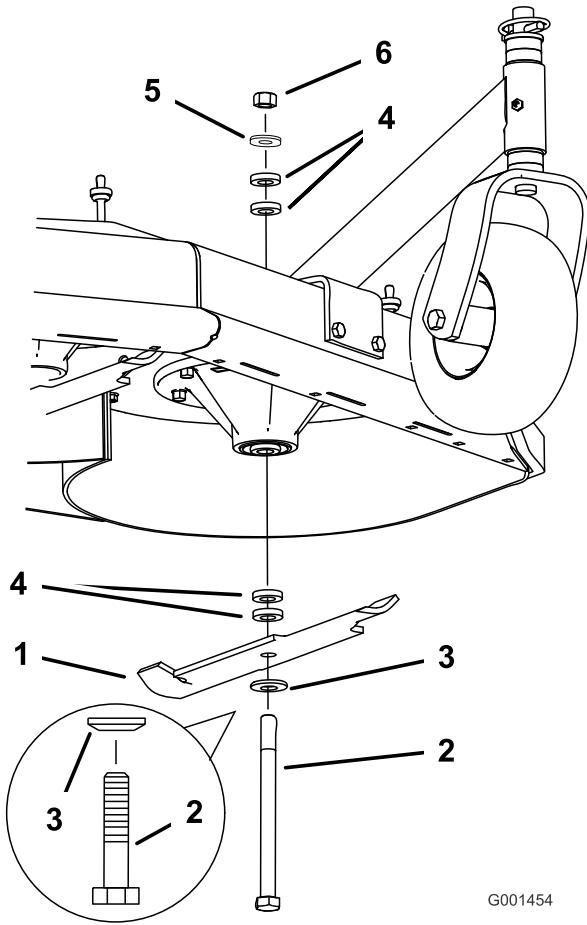

Figure 56
- Enlevez de l'axe, l'écrou, le boulon de lame, la rondelle bombée, la lame, les entretoises et la rondelle mince (Figure 56).
- Placez la rondelle bombée puis la lame sur le boulon. Choisissez le nombre correct d'entretoise(s) pour la hauteur de coupe, et insérez le boulon dans l'axe (Figure 56).